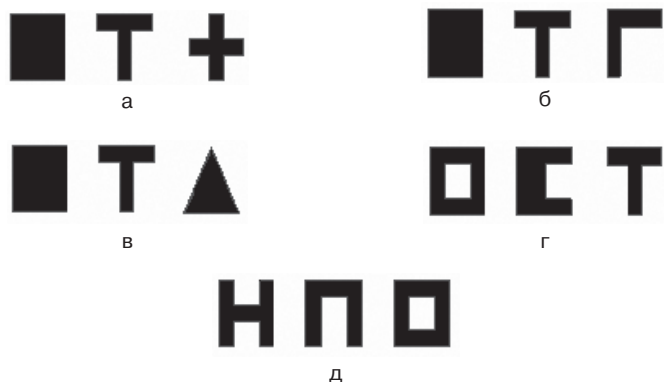

Рис. 421
1. Даны силуэты одного и того же предмета, ограниченного плоскими поверхностями, при рассмотрении его с трех сторон. Создайте трехмерную модель, **виды** которой имеют такие же **очертания**, как заданные **силуэты** (рис. 421):